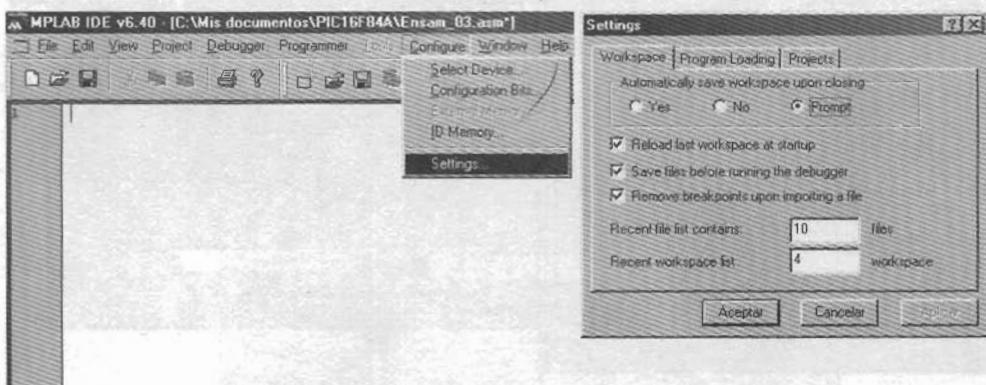

Figura 7-9 Configurar la recarga del último trabajo realizado al abrir el MPLAB
- 12º Es cómodo que cada vez que se abra el MPLAB aparezca el último programa con el que ha trabajado. Para ello, hay que activar el menú *Configure > Settings > Workspace* y activar la casilla *Reload last workspace at startup* (figura 7-9).